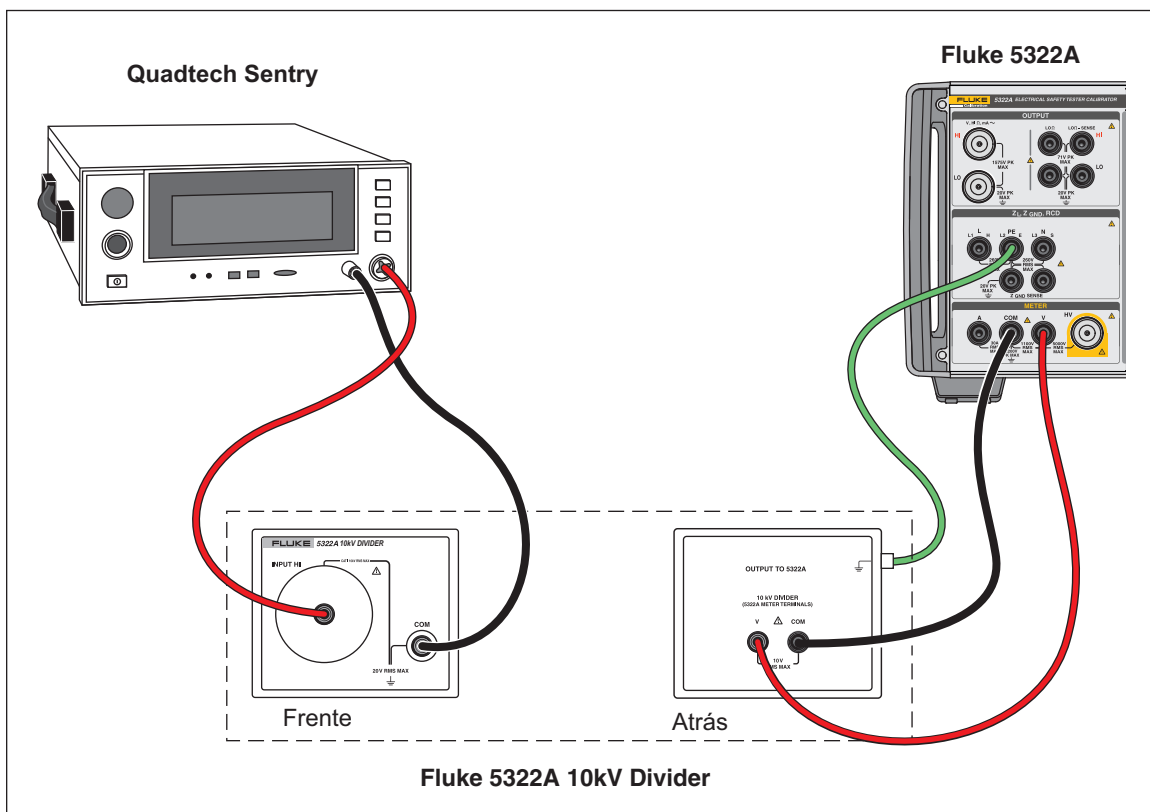

Figura 61. Aplicación del divisor de 10 kV
2. Conecte el DUT a través del divisor de 10 kV y el Calibrador. Consulte la figura 61.